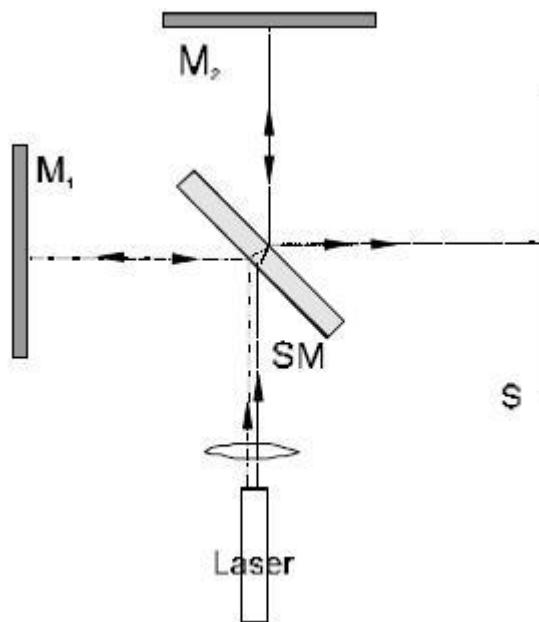

Fig. 2 Struttura sperimentale dell'interferometro di Michelson (M₁, M₂ = specchio, Sm = specchio semitrasparente, S = schermo in vetro smerigliato)
- Posizionare il raggio all'incirca al centro sul lato longitudinale della lavagna (fig. 2) e orientare il raggio laser parallelamente alla piastra di base (vedere note).
- Disporre lo specchio semitrasparente tra il laser e lo specchio M₂ (vedere fig. 2). L'angolo tra lo specchio semitrasparente e l'asse del raggio laser deve essere possibilmente di 45°.
- Montare lo specchio in vetro smerigliato in base alla fig. 2. Il raggio laser deve presentarsi nel centro.
Nel caso della struttura secondo la fig. 2 è importante che le onde circolari che si sovrappongono formino soltanto un angolo ridotto. Il motivo di interferenza risulta quindi visibile nella superficie I (vedere fig. 3a). Se l'angolo è eccessivamente grande (fig. 3b), non è possibile osservare l'interferenza. È, quindi, importante che il raggio laser sia orientato, in modo che esso si sviluppi parallelamente rispetto alla piastra di base e dopo la riflessione sugli specchi M₁ e M₂ continui a svilupparsi parallelamente.